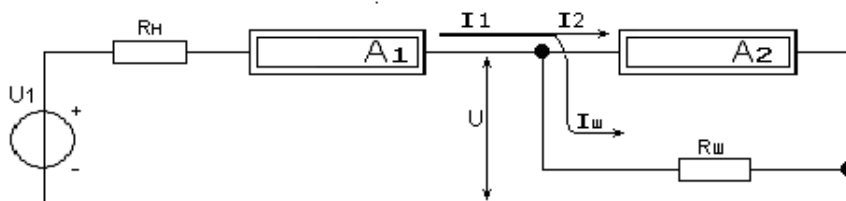

Рис. 2
Из схемы (рис.2) видно, что суммарный ток I_1 , протекающий
1. Соберите цепь в соответствии со схемой рис.2 используя соответствующие измерительные приборы. В качестве R_H и $R_{ш}$ включите в цепь магазины сопротивлений.